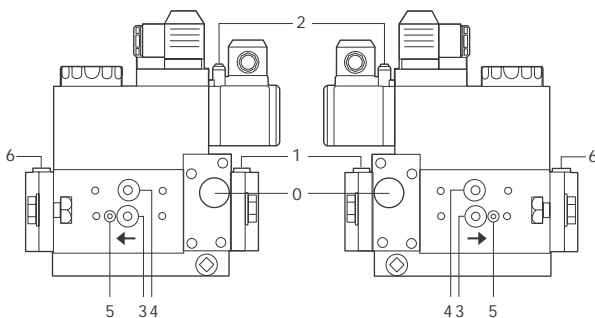

Fig. 41
- Pulizia filtri valvole gas (Fig. 41 e seguenti).